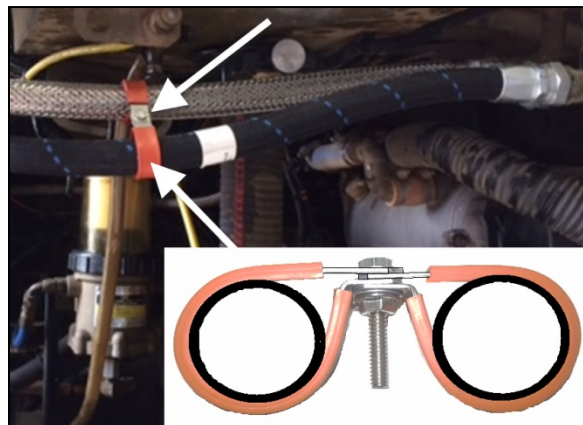

FIGURE 38
69. Installer les colliers de boyau environ au milieu des boyaux, comme indiqué dans Figure 38. Consulter le tableau ci-dessous pour les pièces.